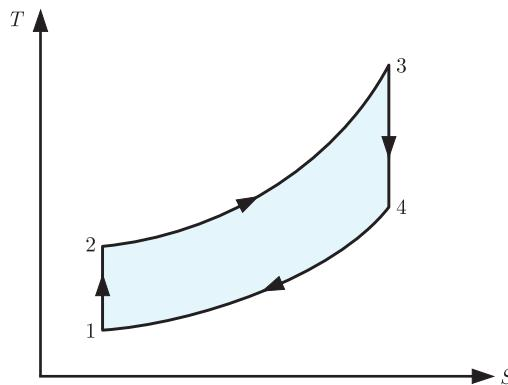

Fig. 7.6 Diagramme (T, S) du cycle moteur de Brayton.
- 4) En inversant l'expression (7.12) de la variation d'entropie pour un processus adiabatique, ces processus sont représentées par des droites verticales sur un diagramme (T, S) . En inversant l'expression (7.23) de la variation d'entropie pour un processus isobare, on en déduit que les processus isobares sont des exponentielles sur un diagramme (T, S) (fig. 7.6).